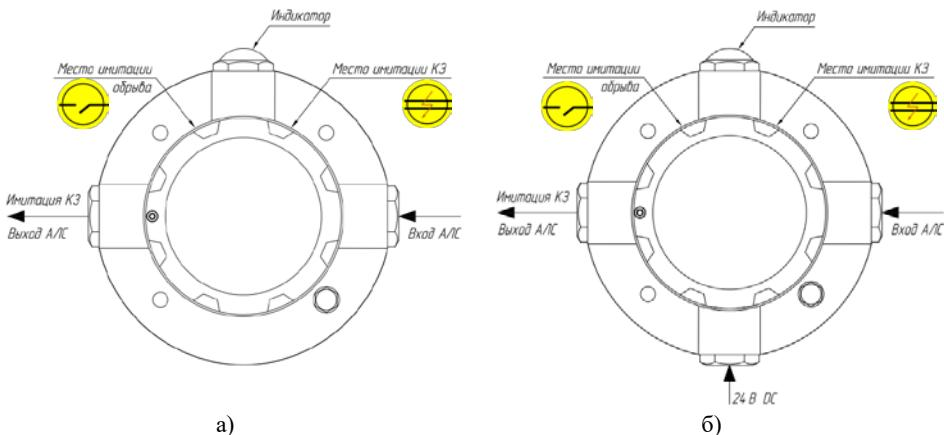

Рисунок 1 – Внешний вид ИМ-Ex-П с обозначением мест имитации:
1.3 ИМ-Ex-П предназначен для работы в четырехпроводных линиях связи (интерфейс и электропитание 24 В DCУ; модификация в тройниковом ККВ с двумя кабельными вводами для подключения линий связи, рисунок 1а), либо двухпроводных линиях связи, но с подключением отдельной линии электропитания 24 В DC (модификация в крестообразном ККВ с тремя кабельными вводами для подключения линий связи, рисунок 1б).
1.5 Принцип работы ИМ-Ex-П заключается в следующем. При поднесении постоянного магнита (находится в комплекте) к корпусу устройства в обозначенной точке размещения геркона (рисунок 1) происходит его замыкание и инициация срабатывания контактных групп реле, которые имитируют короткое замыкание на выходе АЛС от клеммной колодки XT1, т.е. слева от имитатора (см. рисунок 1). Индикатор состояния загорается красным цветом. Далее магнит убирается и реле возвращается в исходное состояние. Индикатор гаснет. Обрыв имитируется аналогично при поднесении постоянного магнита к корпусу устройства в другой обозначенной точке. При имитации обрыва индикатор загорается зеленым цветом.